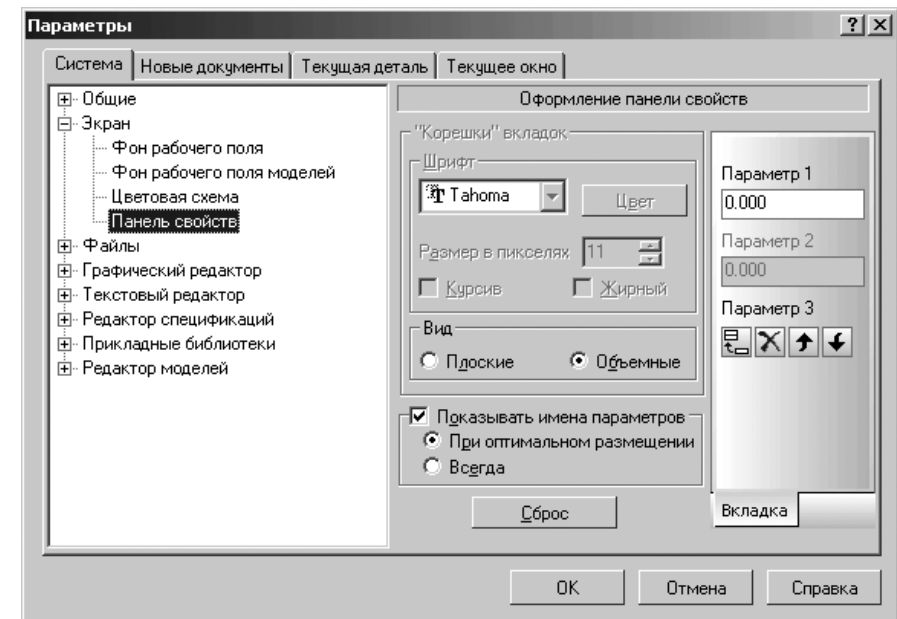

Рис. 9.9. Диалоговое окно **Параметры** с открытой вкладкой **Система** и открытой панелью **Оформление панели свойств**
- щелкните по пункту **Панель свойств**. Откроется в правой части диалогового окна панель **Оформление панели свойств** (рис. 9.9).